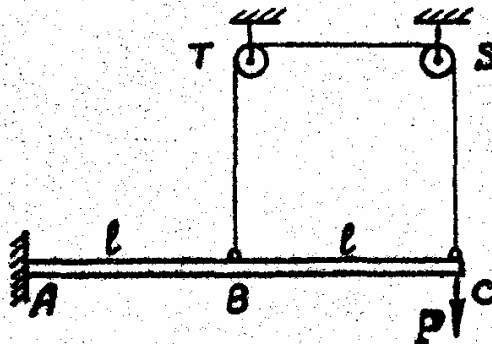

Рис. 9
**Задача 9.** Балка  $ABC$  (рис. 9) жестко заделана в сечении  $A$  и поддерживается прикрепленной в точках  $B$  и  $C$  абсолютно гибкой нерастяжимой нитью, перекинутой через блоки  $T$  и  $S$ . Определить силу натяжения нити и построить эпюру изгибающих моментов  $M_x$  для балки.